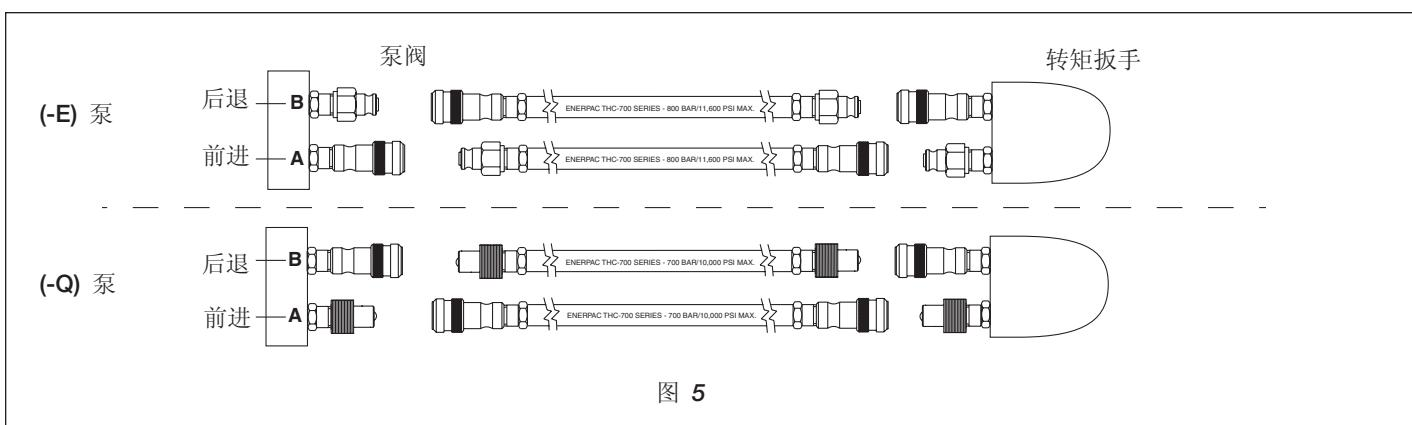

图 5
如图 5 所示连接软管。
- 适合使用 Enerpac SQD 和 HXD 转矩扳手的 (-E) 型泵。确保使用标有“ENERPAC THC-700 SERIES - 800 Bar/11,600 psi max”的软管。这些软管上的接头已经在工厂经过了“极化处理”, 可确保扳手操作正确性。(见图 5)
- 适合使用 Enerpac S 和 W 转矩扳手及其他品牌转矩扳手的 (-Q) 型泵。使用标有“Enerpac THQ-700 series-700 bar/10,000 psi max.”的软管。接头必须按图 5 所示进行极化处理, 以确保扳手操作正确性。操作前确保接头完全啮合并已拧紧。如果接头只是部分啮合, 将会妨碍扳手正确操作。